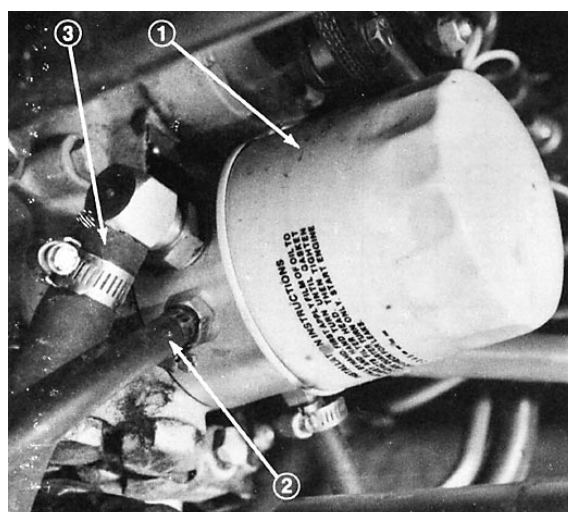

Figure 29
3. Nettoyer la surface autour du filtre à huile hydraulique et déposer le filtre (Fig. 29).